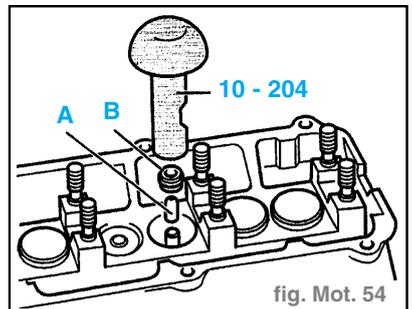

fig. Mot. 54
- Reposer les étanchements de tiges de soupapes. (fig. Mot. 54)